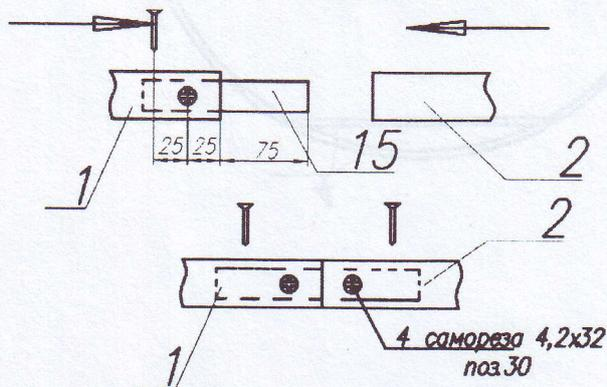

Рис.8
3.10. Соберите две нижние стяжки торцевых дуг. Для этого потребуются стяжки торцевых дуг 1, удлинители стяжек торцевых дуг 2 и стыковочные элементы 15 (рис. 8).